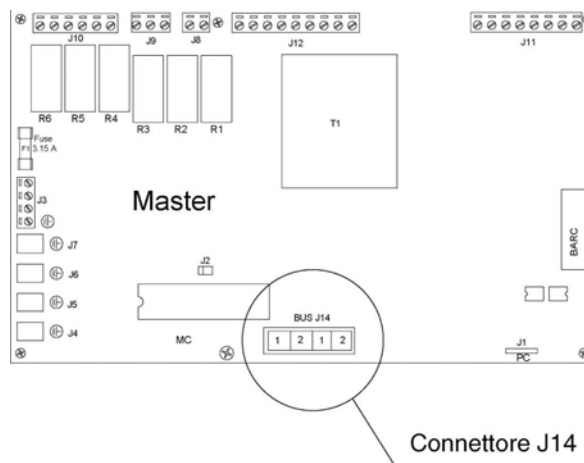

Figura 17
- Disconnettere il connettore J14 a 4 poli dalla scheda Master (vedi Figura 17);